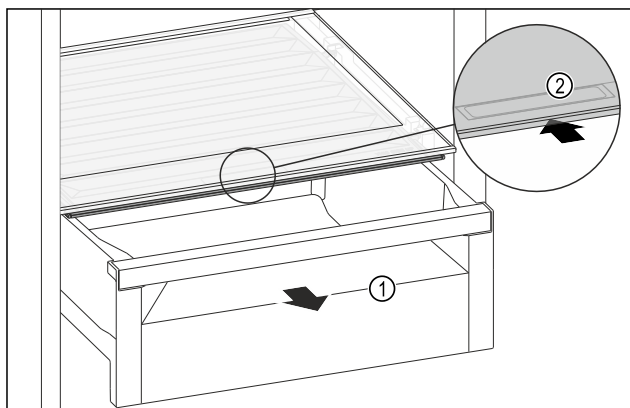

Fig. 124
- Dra ut utdragslådan Fig. 124 (1).
- Ta tag i fördjupningen Fig. 124 (2) på facklocket och skjut samtidigt facklocket bakåt.